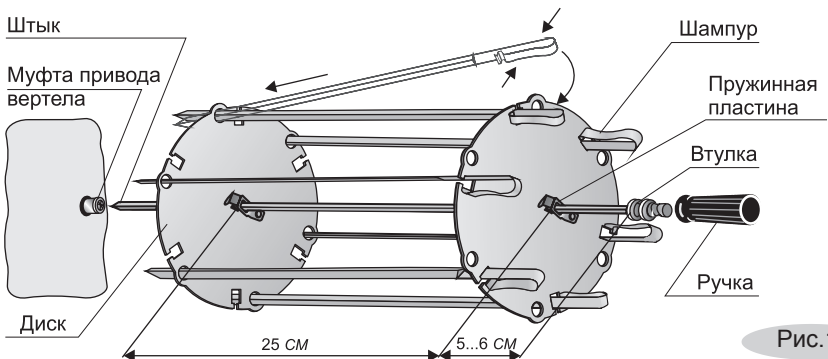

Рис. 18
- Сжав пружинные пластины, оденьте на штык диск и установите его на расстоянии 5-6 см от втулки (рис.18).